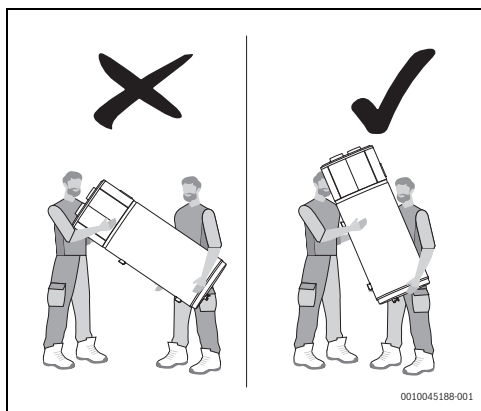

Fig. 6
- ▶ Não segurar o aparelho pelos painéis superiores decorativos (Fig. 6).